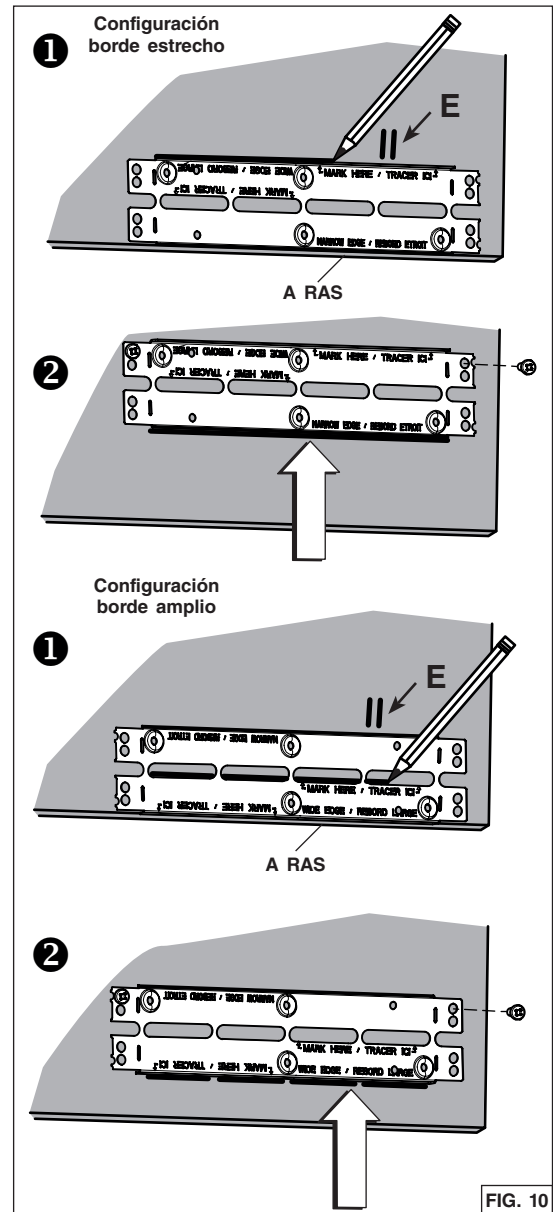

FIG. 10
5. Prestar atención a la ubicación de los ganchos Ease of Install en la unidad (distancia desde la parte delantera de la brida en FIG. 9). Medir y marcar la ubicación de los ganchos Ease of Install (correspondiente a **E** en FIG. 10 en la página siguiente) en ambos lados del gabinete.
6. Instale los soportes de gabinete como sigue (FIG. 10):
- 1 Coloque el soporte a ras con la parte inferior del panel derecho del gabinete, centrando la marca de la ubicación de los ganchos (E) entre los orificios inferiores en relieve. Para la configuración del borde estrecho, trace una línea encima del soporte. Para la configuración del borde amplio, rase una línea a la base de las ranuras centrales.